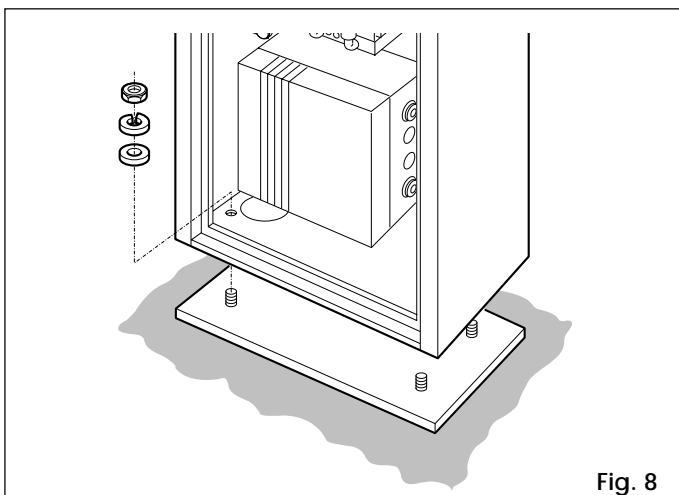

Fig. 8
- 1) Fijar el bastidor a la placa de cimentación mediante las cuatro tuercas que se suministran, como ilustra la fig. 8.